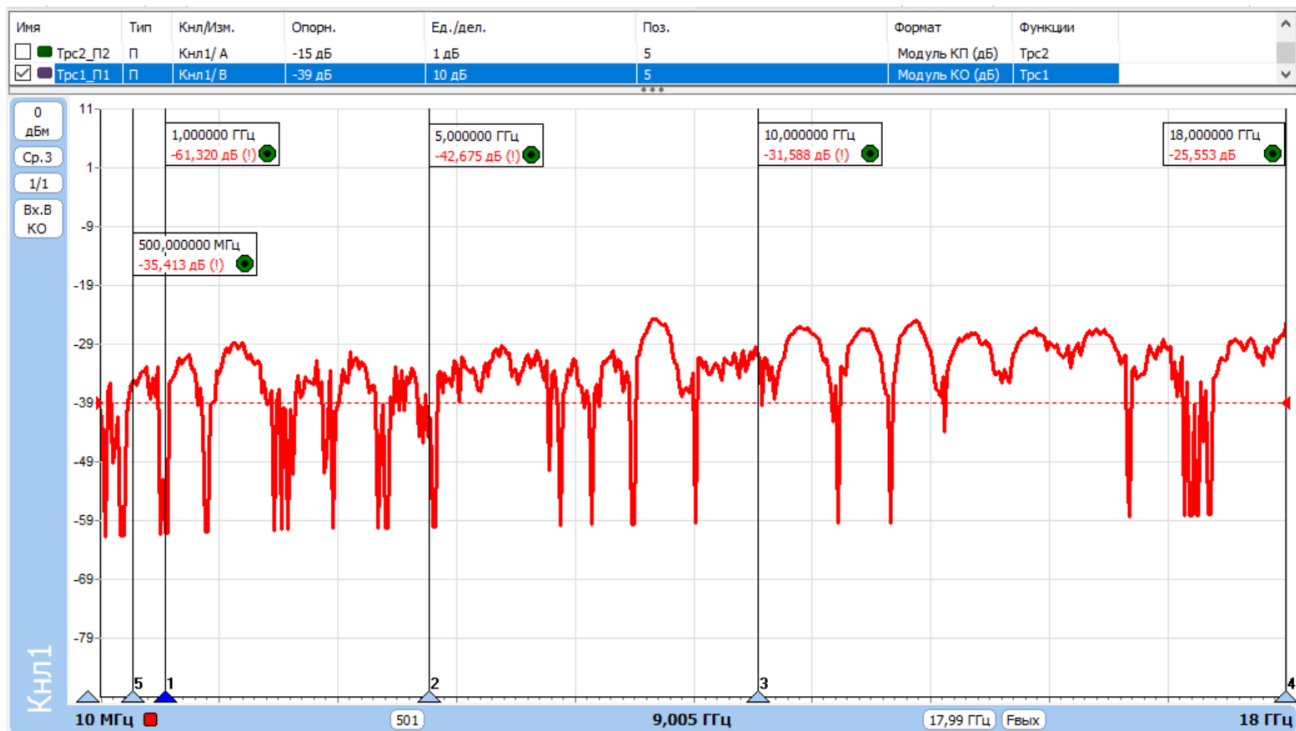

Рисунок 15. Результаты измерений модуля КО.
15. Результаты измерений модуля коэффициента отражения устройства, использованного в качестве примера, приведены на рис. 15.